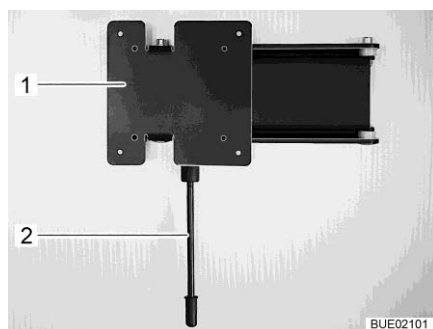

Bild 92 Vägghållare
- Dra låsspaken (Bild 92,1) nedåt och sväng fästet (Bild 92,2) med den platta bildskärmen till önskat läge.